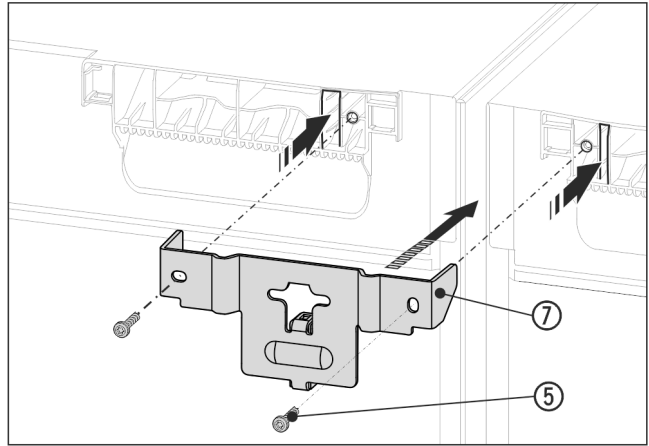

Fig. 13 Beispielhafte Darstellung
- Winkel Fig. 13 (7) mit dem Distanzstück zwischen die Geräte und mit den Laschen in die Gerätedecke schieben. Mit 2 Schrauben Fig. 13 (5) festschrauben.